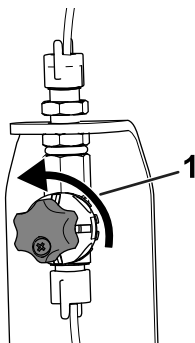

Figura 23
5. Para o funcionamento inicial, abra a válvula de ajuste de densidade da espuma de 1/8 a 1/4 de volta no sentido contrário ao dos ponteiros do relógio (Figura 23).